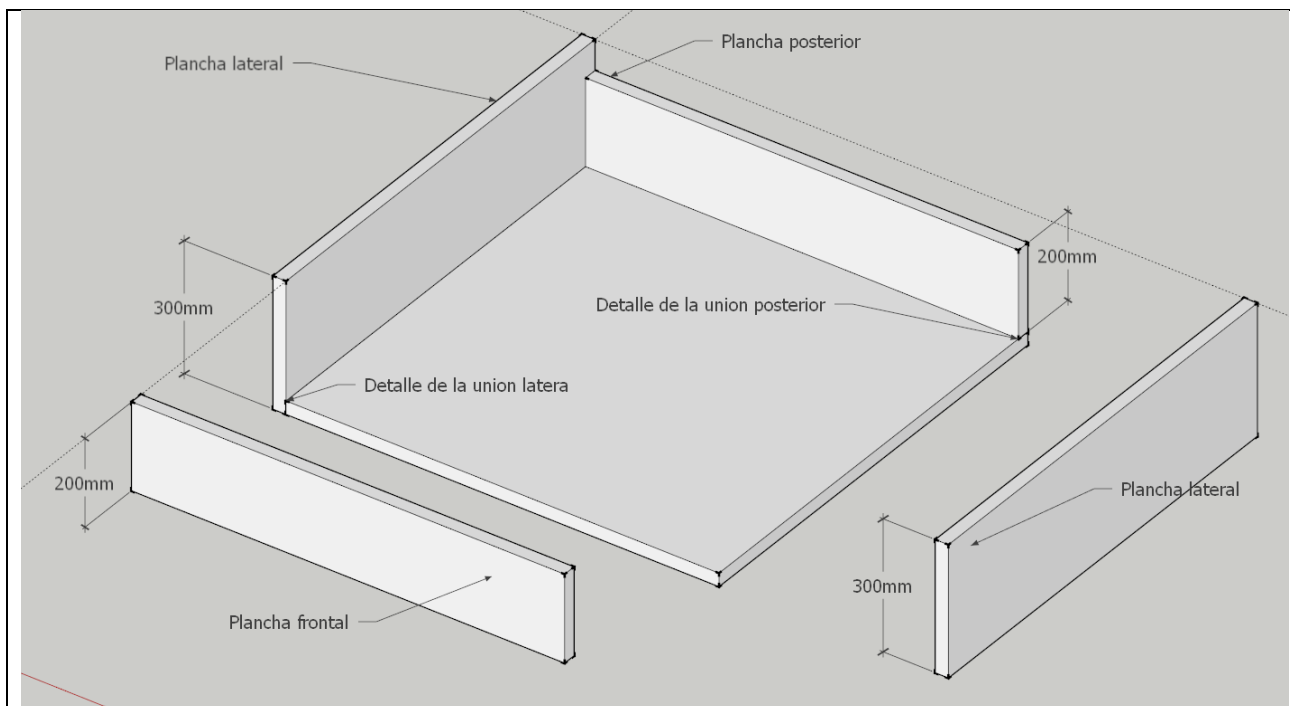

Figura 2: Construcción parcial del cuerpo del secadero (**observar los detalles de unión lateral**).
Paso 2: Colocar las planchas de 30 centímetros a los laterales de la base del secadero, una plancha de 20 centímetros en la parte posterior y anterior del secadero como se indica en la figura 2 (tener presente el detalle de la unión de las planchas con la base).